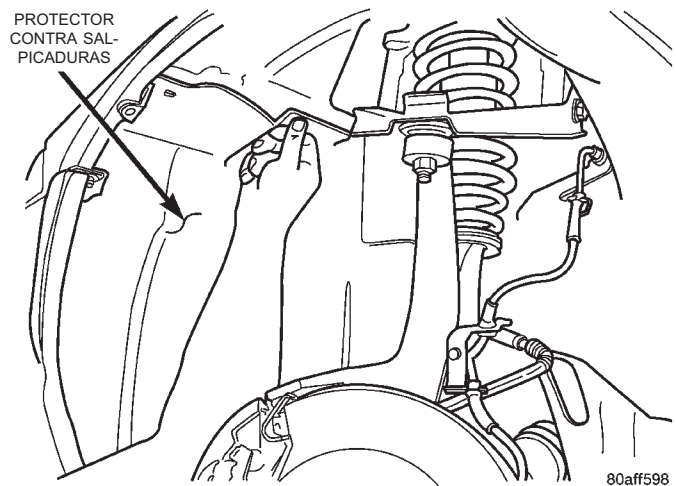

Fig. 56 Protectores contra salpicaduras inferiores
(10) Eleve el vehículo. Retire las ruedas delanteras. Para desmontar las tuercas de la maza de las ruedas y ambos ejes propulsores, consulte el grupo 2, Suspensión.
(11) Retire los protectores de salpicaduras del lado derecho e izquierdo (Fig. 56).